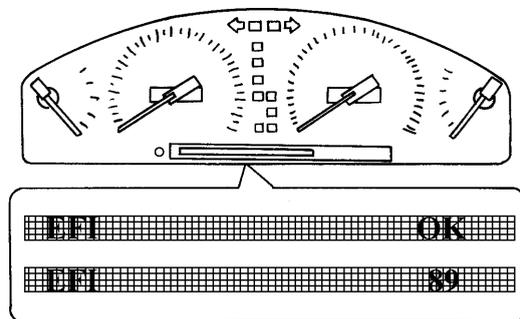

图 2-6 故障码 89 的显示
注：①上述读取故障码的方法中如显示故障码 89（图 2-6），则读取“ECT SNOW”指示灯/ETCS 指示灯的闪烁次数来读取电子节气门控制系统（ECTS）的故障码。②如同时有 2 个或 2 个以上的故障码时，由数字较小的故障码开始显示全部故障码。